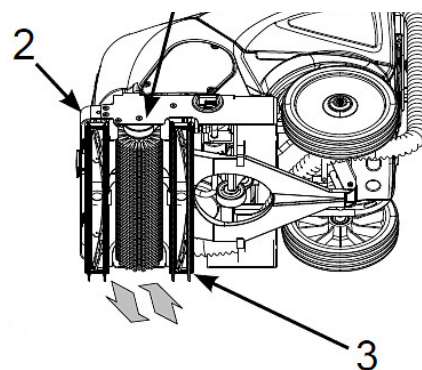

Abb. 49: Saugleisten der Bürstenwalze auswechseln
Schritt 3: Entnehmen Sie die beiden Saugleisten (Pos. 2 & 3, Abb.49) .